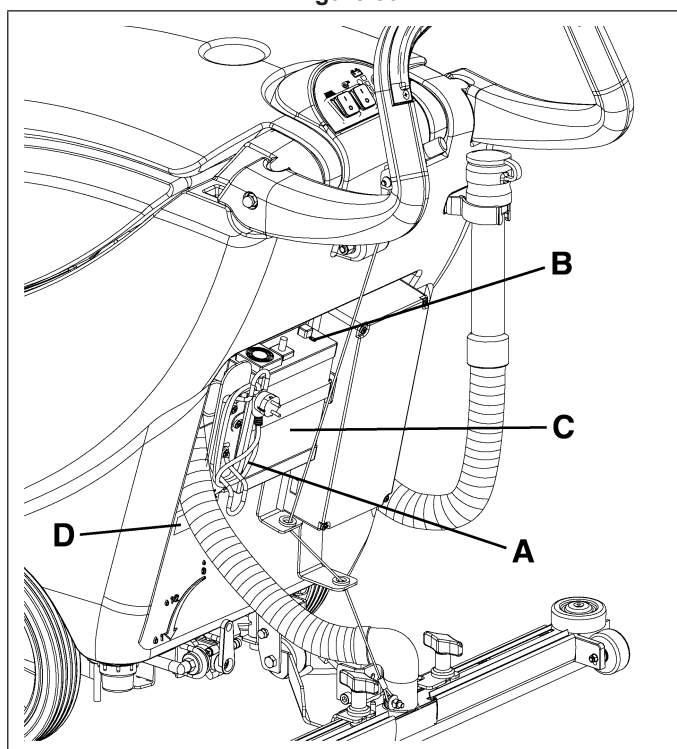

Figure 31
3. Controlar que el cable (A, Fig. 31) del cargador de baterías esté conectado a un enchufe con tensión y frecuencia compatibles con los valores indicados en la placa del número de serie/datos técnicos (D).
Si el indicador luminoso verde (B, Fig. 31) parpadea indica que el cargador de baterías está cargando las baterías.
4. Cuando el indicador luminoso verde (B, Fig. 31) se enciende, el ciclo de carga de las baterías está acabado.
5. Una vez efectuada la carga, desconectar el cable eléctrico (A, Fig. 31) del cargador de baterías de la red eléctrica y engancharlo a su alojamiento en la máquina.
Para informaciones suplementarias sobre el cargador de baterías (C, Fig. 31) consultar el manual relacionado.